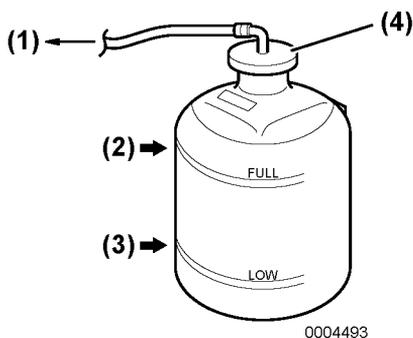

Abbildung 19
5. Kühlmittelstand im Kühlmittel-Ausgleichsbehälter prüfen. Der Stand sollte an der Markierung FULL sein (**Abbildung 19, (2)**). Ggf. Kühlmittel nachfüllen. HINWEIS: NIEMALS kaltes Kühlmittel in einen heißen Motor einfüllen.
6. Deckel des Kühlmittel-Ausgleichsbehälters (**Abbildung 19, (4)**) entfernen, um ggf. Kühlmittel nachzufüllen. Kein Wasser nachfüllen.
8. Gummischlauch (**Abbildung 19, (1)**) zwischen Kühlmittel-Ausgleichsbehälter und Kühlmittelbehälter/Wärmetauscher prüfen. Bei Schäden wechseln.